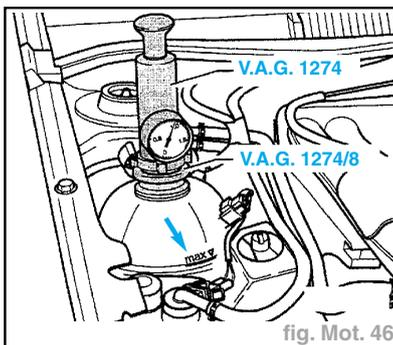

fig. Mot. 46
- Verser du liquide de refroidissement jusqu'au repère "max." du vase d'expansion (fig. Mot. 46).
- Poser sur le vase d'expansion l'appareil de contrôle **V.A.G. 1274** avec l'adaptateur **V.A.G. 1274/8** (fig. Mot. 46).